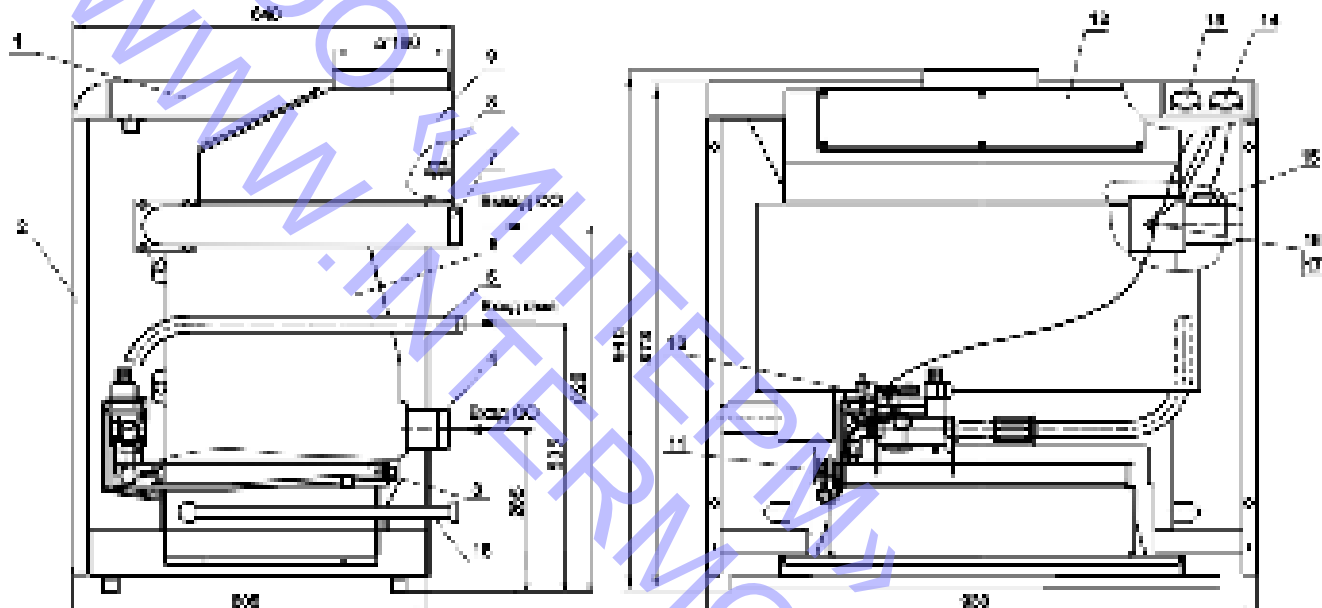
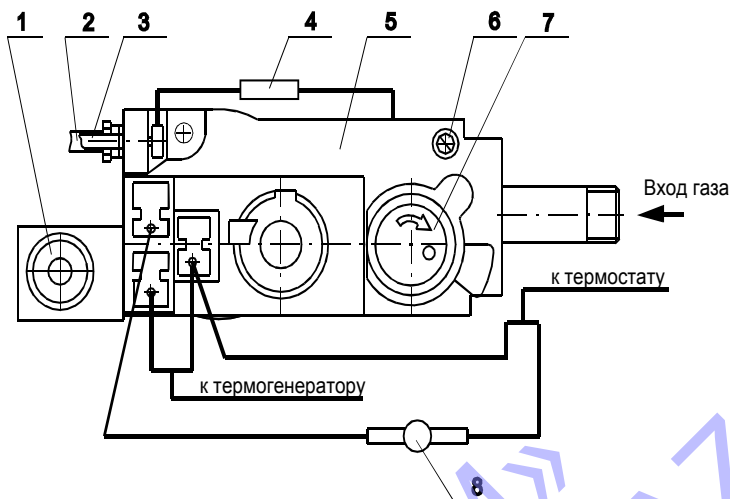
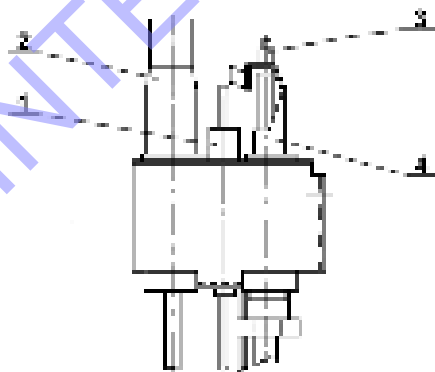

Рис.1 Котел отопительный водогрейный КОВ-Г-68 Комфорт
Рис.2 Блок управления
Рис.3 Устройство запальное
4.2. Теплообменник котла 6 (Рис.1) чугунный, оригинальной конструкции, обеспечивает коэффициент полезного действия 92%, длительный срок службы. В верхней части теплообменника установлен дымосборник 9 (Рис.1) с лючком 12 (Рис.1) для чистки газоходов теплообменника. В нижней части теплообменника установлены 2 трубы слива 18 (Рис.1), для полного слива воды из теплообменника.
4.3. Блок автоматики 5 (Рис.2) VS8620C представляет собой электромеханическое устройство и служит для подачи газа к запальнику и горелке, регулирования температуры воды в котле и автоматического отключения подачи газа при:
Установка требуемой температуры воды производится ручкой регулировочной термостата 14 (Рис.1), а ее контроль выполняется по термометру 13 (Рис.1).
4.5. Автоматика по перегреву 8 (Рис.2) (термостат предельного нагрева), соединенная проводами с блоком VS8620C и термостатом, обеспечивает автоматическое предохранительное отключение подачи газа на основную горелку при достижении температуры воды в баке -теплообменнике котла 93 °С ÷ 100 °С (в случае выхода из строя термостата или ошибочной настройки его на температуру выше 90 °С).
4.6. Автоматика по тяге состоит из датчика тяги (терморегулятора) 8 (Рис.1), укрепленного в задней части котла на дымосборнике 9 (Рис.1), и проводов, соединяющих терморегулятор с блоком автоматики 5 (Рис.2).
4.7. Устройство запальное Рис.3 предназначено для крепления запальника, термогенератора, термопары, свечи пьезорозжига и розжига основной горелки.
6.10. Проверьте работу пьезорозжига. При нажатии на кнопку пьезорозжига 1 (Рис.2) должна проскакивать искра между электродом свечи пьезорозжига 1 (Рис.3) и запальником 4 (Рис.3).
6.12. После монтажа проверьте газовые и водопроводные коммуникации котла на герметичность. Проверьте герметичность заглушек на трубах слива 18 (Рис.1). Герметичность соединений газопроводов проверяйте с помощью мыльной эмульсии. Запрещается применять огонь для обнаружения утечек газа.
Нажмите кнопку пусковую 7 (Рис.2) блока управления до отказа и, удерживая ее, нажмите на кнопку пьезорозжига 1 (Рис.2). Запальник должен загореться.